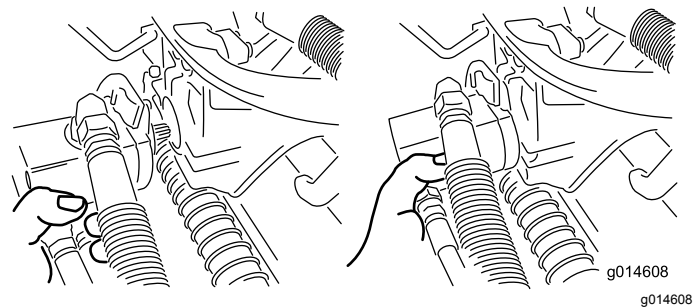

Figura 50
- Mova o motor para o local de armazenamento na parte da frente do braço de suspensão (Figura 50).